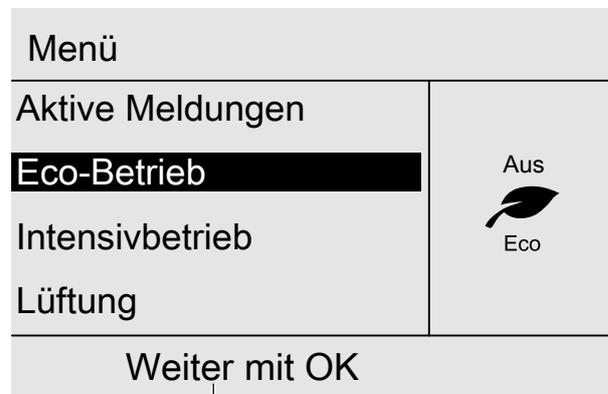

Abb. 3
2. Drücken Sie die Taste ≡: Sie gelangen in das erweiterte Menü: Siehe vorheriges Kapitel. Der gewählte Menüpunkt ist schwarz hinterlegt. In der Dialogzeile ⓕ erhalten Sie die erforderlichen Handlungsanweisungen: Siehe Abb. 3.